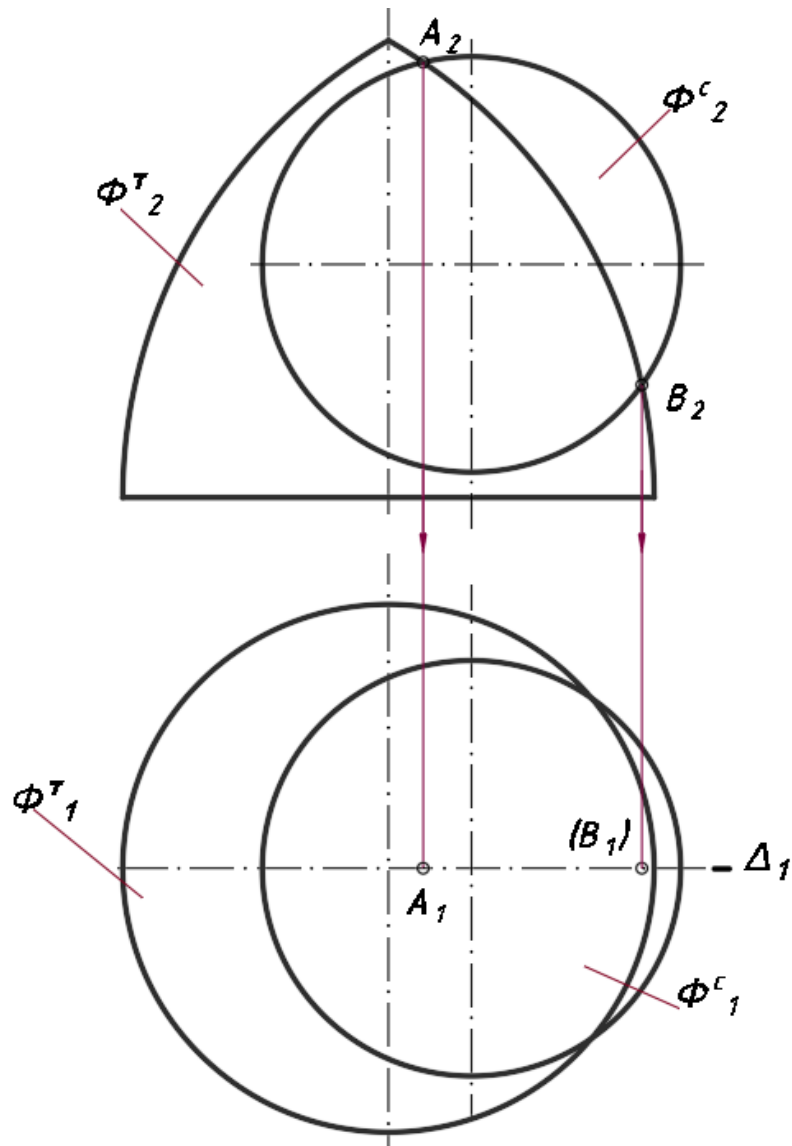

Рис. 5.1. Определение наивысшей и низшей точек линии пересечения
2. Построения начать с опорных точек (см. рис. 5.1), не требующих дополнительных построений для их нахождения. К ним относятся точки  $A$  – наивысшая и  $B$  – низшая точки линии сечения, лежащие в плоскости  $\Delta$  и принадлежащие главным меридианам тора и сферы на  $\Pi_2$  –  $A_2$  и  $B_2$ . На плоскости проекций  $\Pi_1$  – проекции  $A_1$  и  $B_1$  определяются с помощью линий связи. Эти точки устанавливают границы, в которых следует проводить вспомогательные плоскости.